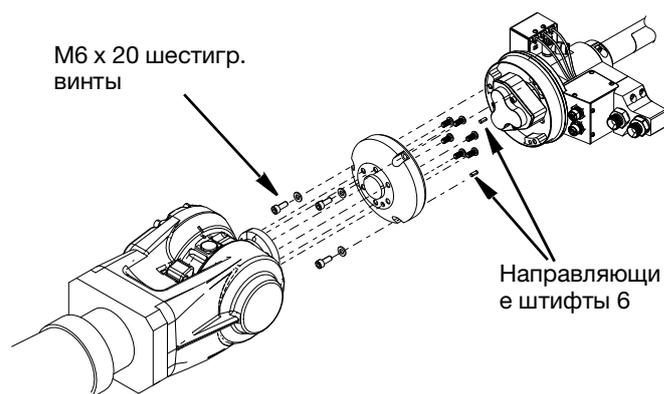

FIG. 2
2. Монтажный фланец крепится к корпусу пистолета Switch 3D тремя винтами с шестигранными головками M6x20. Затяните с усилием: 11,1 Н•м (98,2 дюйм-фунтов). Важно убедиться, что 6-миллиметровые направляющие штифты, входящие в комплект, вставлены в правильных положениях. См. FIG. 2.